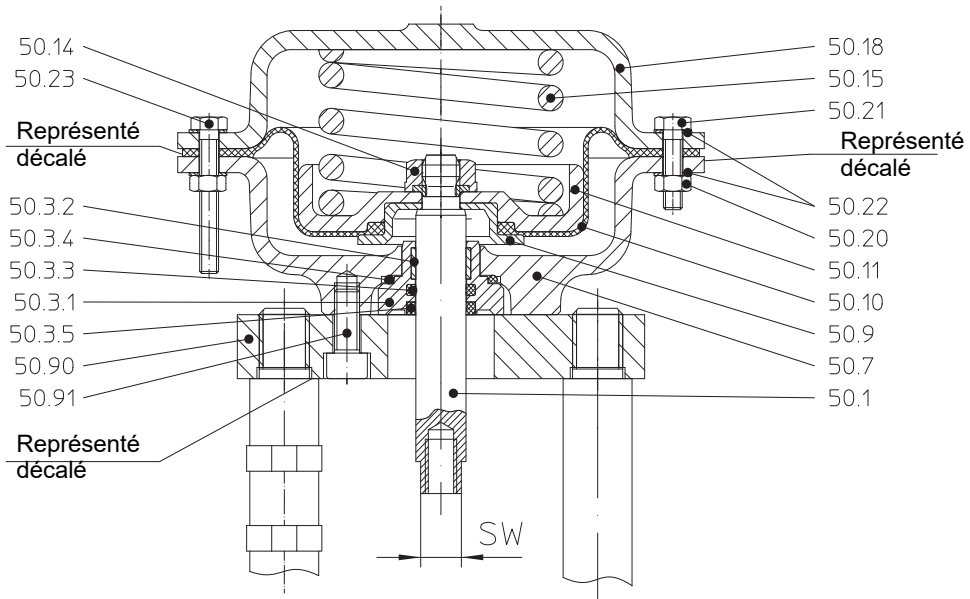

Fig. 6: Actionneur pour DN 25, 32
- La partie concave du plateau de membrane (pos. 50.11) alignée sur l'alésage de la membrane déroulante (pos. 50.10), doit se trouver au-dessus de l'arrivée d'air située dans le fond de couvercle (pos. 50.7) (Fig. 6-Fig. 7).
Après l'assemblage robinet/actionneur (Fig. 6-Fig. 7) , la surface clé de la tige (pos. 50.1) doit être facilement accessible.
- Placer les ressorts (pos. 50.15) dans les ronds de centrage du plateau de membrane (pos. 50.11).
- Poser le couvercle (pos. 50.18) par dessus les ressorts (pos. 50.15) et visser. (couples de serrage voir point 7.7).